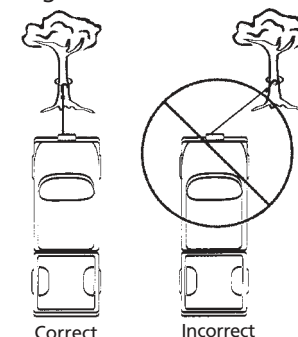

Figure 6
13. ÉVITEZ DE TIRER DE FAÇON CONTINUE DEPUIS UN ANGLE EXTRÊME, ce qui amènerait le câble métallique à s'entasser à une extrémité du tambour (Figure 6). Ceci pourrait coincer le câble métallique dans le treuil, endommageant ainsi le câble ou le treuil.